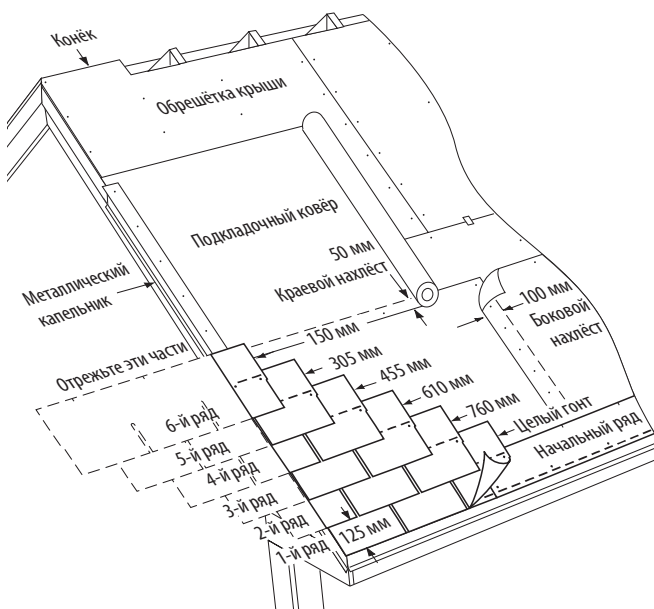

Рис. 10-8. Укладка первых 6 рядов на крышу со стандартным уклоном.
**1-й РЯД:** Уложите целый гонт в левом нижнем углу крыши. Разместите язычки вровень с краями гонтов начального ряда. Таким образом герметик на полосовых гонтах начального ряда пристанет к язычкам гонтов первого ряда и позволит им не задираться при сильном ветре (Рис. 10-8).
1. Отрежьте 15 см от левой стороны гонта и уложите этот кусок длиной 76 см над гонтом первого ряда и поверх него, на одной линии с левым краем начального ряда. Оставьте 12,7 см язычки гонта первого ряда открытыми (Рис. 10-8).
2. Отрежьте 30,5 см от первого гонта третьего ряда, 45,7 см от первого гонта четвертого ряда, 61 см от первого гонта пятого ряда и 76,2 см от первого гонта шестого ряда. Уложите каждый гонт левым краем в одну линию с предыдущим рядом (Рис. 10-8).